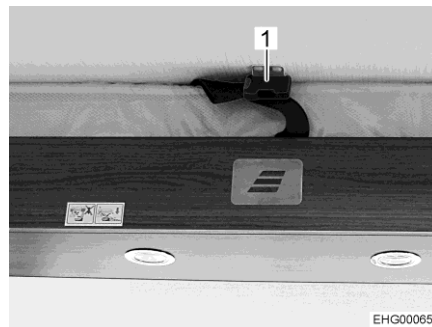

Fig. 101 Sangle de sécurité
- Déverrouiller la sangle de sécurité (Fig. 101,1).
- Fermer la sangle de sécurité (Fig. 101,1).